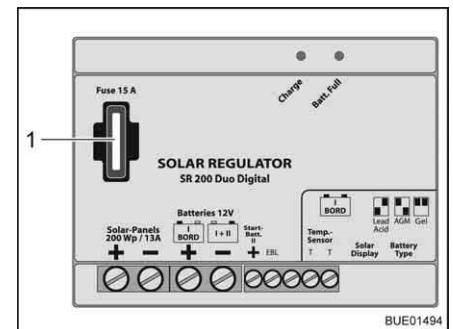

Bild 147 Sicherung Solar-Laderegler 200 W
- Flachsicherung 15 A/blau (Bild 147,1) wechseln.